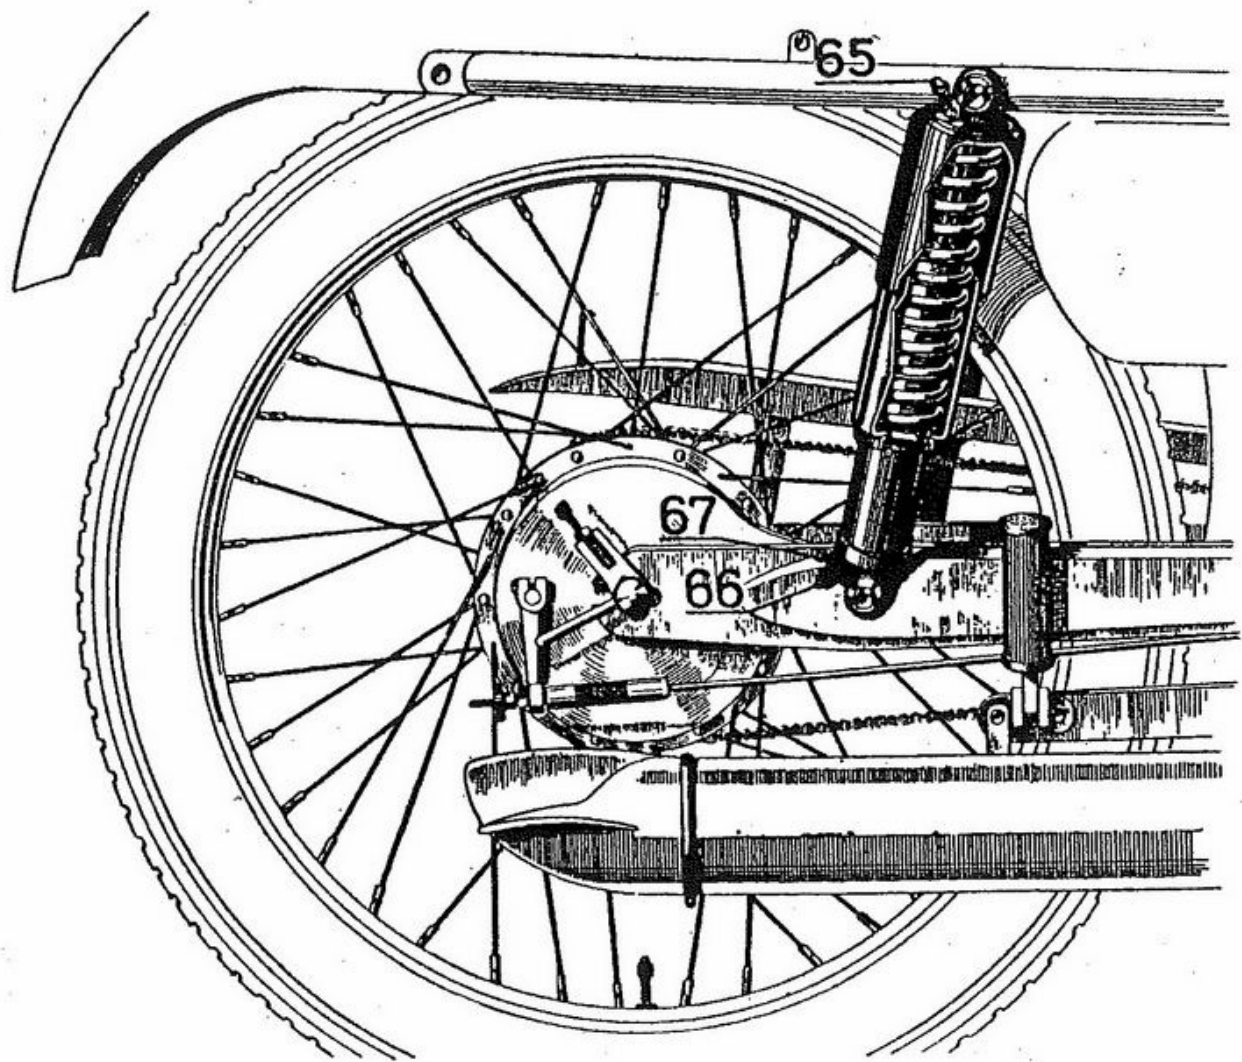

Fig. 9
La registrazione (vedi fig. 9) si effettua come segue:
- 1) - Con appropriata siringa effettuare il pieno d'olio (usare il Mobil Shock Absorber Oil Light) attraverso la valvola di ricarica 67 (vedi fig. 9).